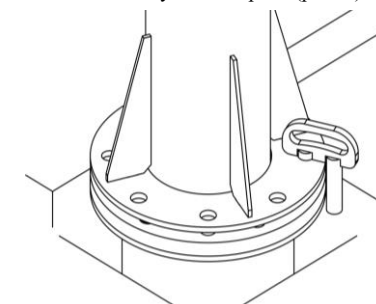

Рисунок 5.
2) Для фиксации в рабочем положении с регулировкой максимального угла поворота фиксатор вставляется короткой стороной в отверстие фланца стойки. Предварительно необходимо выбрать нужное отверстие, определяющее максимальный угол поворота (рис. 5).